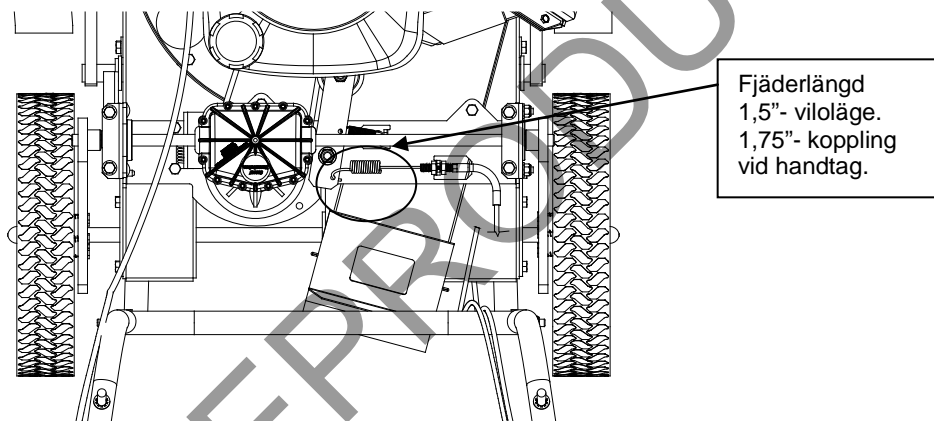

Fig. 8
5. Kontrollera mellanhjulsarmens rörelse genom att aktivera kopplingen. Drivanordningen bör aktiveras när kopplingen är 2 1/2 tum från handtaget. I viloläge bör fjädern vara 1 1/2 tum lång på spolen och när kopplingen är i kontakt med handtaget bör den vara 1 3/4 lång. Om remmen är för hårt åtspänd kan det orsaka permanent skada och om den är för lös kan den glida av remskivan. (Se Fig. 8 nedan.)